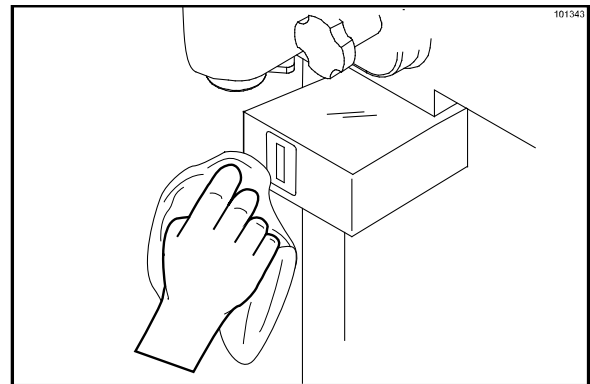

Figure 61
19. Utiliser une serviette propre, humide et aseptisée pour essuyer avec précaution la protection du détecteur de contrôle des portions et éliminer toute accumulation de mélange. Vérifier que la protection du détecteur n'est pas endommagée. La remplacer si nécessaire (Cf. Figure 61).